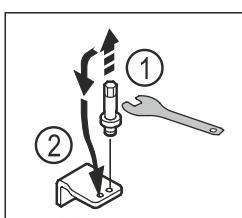

Fig. 17
- Bolzen des unteren Lagerbocks mit Außensechskantschlüssel SW5 herausdrehen. Fig. 17 (1)
- Bolzen auf der Gegenseite einsetzen. Fig. 17 (2)